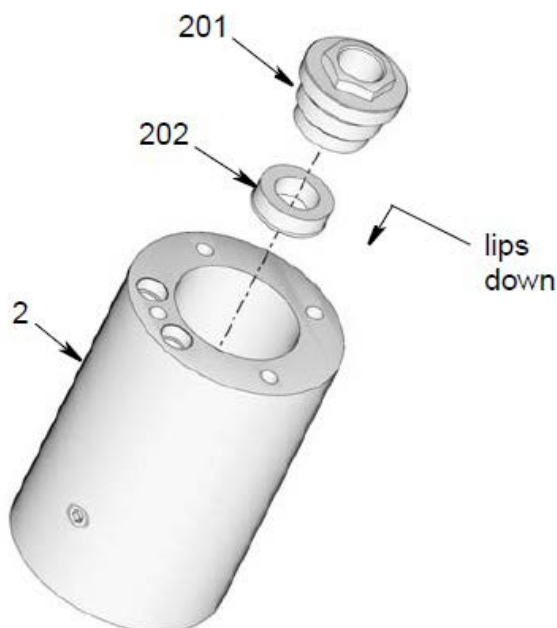
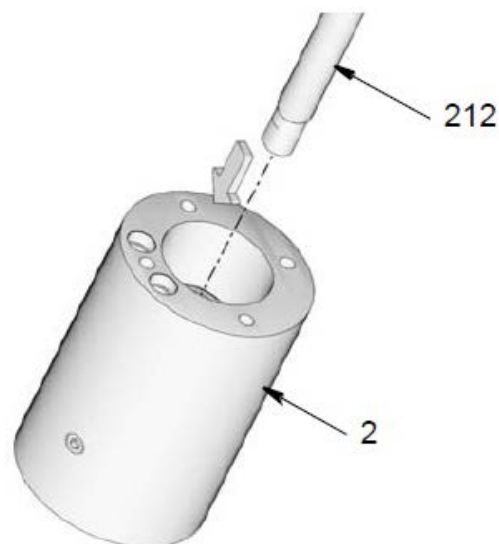

Рис. 28
Рис. 29
1. Нанесите тонкий слой смазки на герметичный U-образный стакан (202).
2. С помощью плоского затупленного инструмента поместите U-образный стакан (202) в адаптер насоса (2) вниз кромкой (рис. 28).
3. Установите шестигранную гайку (201) на адаптер насоса (2). Затяните гайку монтажным ключом (рис. 28). Затяните до достижения момента 18-22 фунт-футов (24-30 Н.м).
4. Нанесите тонкий слой смазки на поверхность переводного рычага (212).
Вставьте рычаг в адаптер насоса (2) только в направлении, указанном на рис. 29.